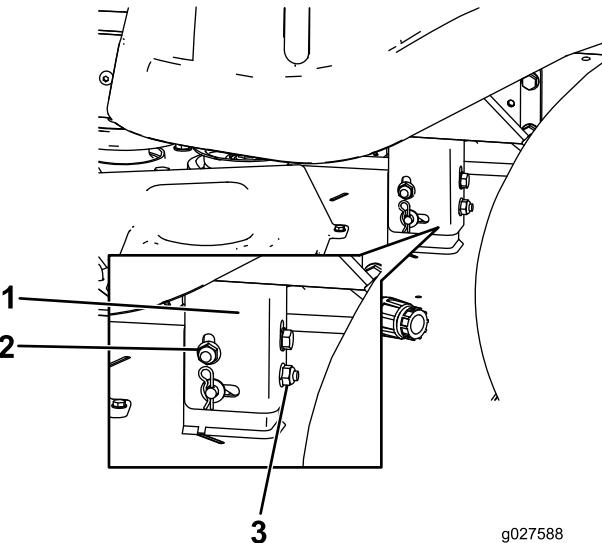

Figura 53
- Eleve o baje el lado izquierdo de la carcasa de corte girando la tuerca de bloqueo trasera. (Figura 53).